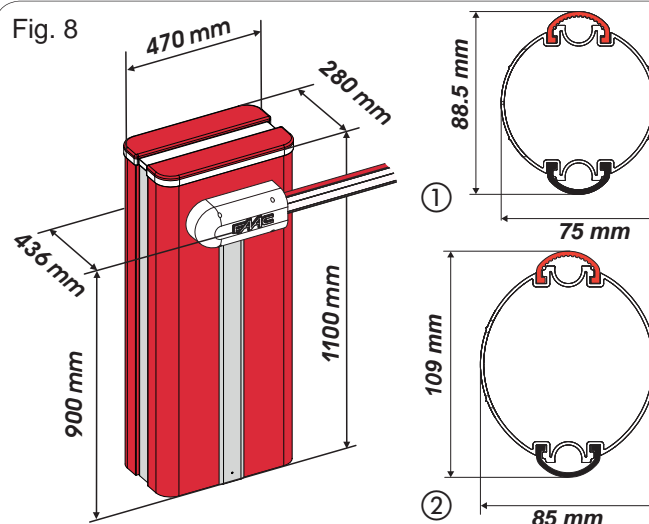

Fig. 8
La Tabla 2 se refiere al muelle de equilibrado para barras de longitud inferior o igual a 5 m y con perfil correspondiente al indicado en la Fig. 8 de la página 26, ref. ① (perfil "S").
La Tabla 3 se refiere al muelle de equilibrado para barras de longitud igual o superior a 5 m y con perfil correspondiente al indicado en la Fig. 8 de la página 26, ref. ② (perfil "L").
La Tabla 4 se refiere al muelle de equilibrado para barras de longitud inferior o igual a 5 m y con perfil correspondiente al indicado en la Fig. 8 de la página 26, ref. ① (perfil "S").
La Tabla 5 se refiere al muelle de equilibrado para barras de longitud igual o superior a 5 m y con perfil correspondiente al indicado en la Fig. 8 de la página 26, ref. ② (perfil "L").